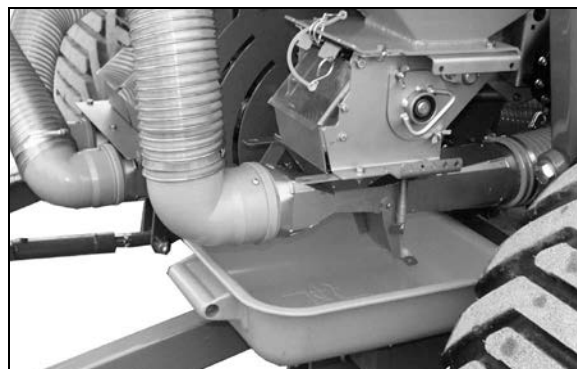

Fig. 76
4. Dünger abdrehen: Abdrehwanne unter den Dünger-Dosierer stellen (Fig. 76